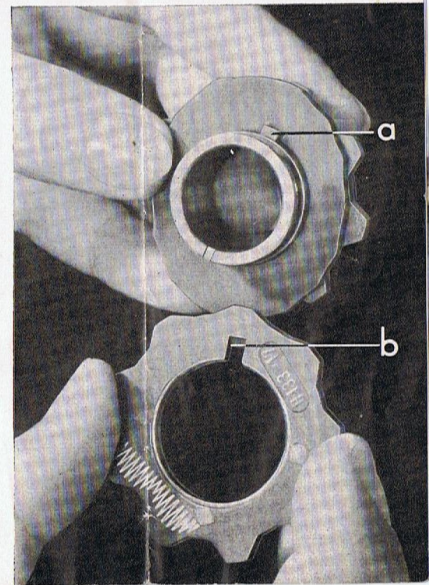

Abbildung 7
- Zierstich-Einzelschablone so auf Schablonenblock Nr. 1 aufsetzen, daß Zapfen **a** in Nute **b** einrastet (Abb. 7).